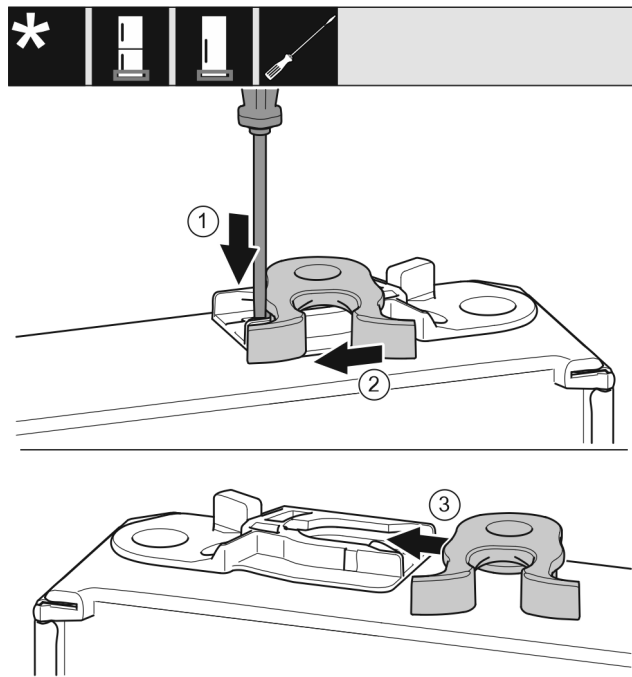

Fig. 16
- Tryck ner flärpen med en spårskruvmejsel. Fig. 16 (1)
- Dra ut låsbygeln ur fästet. Fig. 16 (2)
- Skjut in låsbygeln i fästet på andra sidan. Fig. 16 (3)